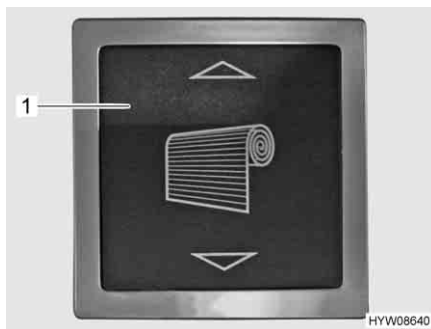
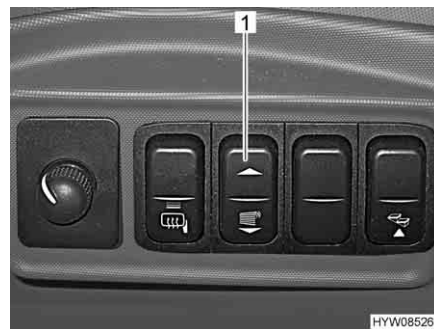
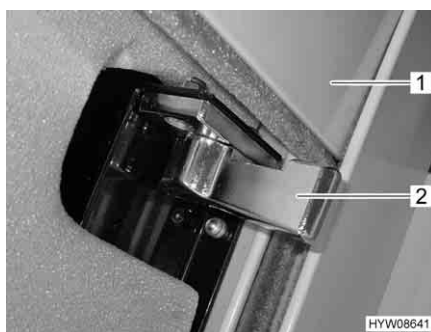

Fig. 34 Pulsante basculante per oscurante a rullo (vano abitabile)
Fig. 35 Pulsante basculante per oscurante a rullo (cruscotto)
Fig. 36 Chiusura di sicurezza (oscurante a rullo)
- Premere e tenere premuto il pulsante basculante (Fig. 34,1 o Fig. 35,1) finché l'oscurante a rullo (Fig. 36,1) ha raggiunto la posizione più alta.
- Sui entrambi i lati, ruotare spingendo indietro (Fig. 36) la chiusura di sicurezza (Fig. 36,2).